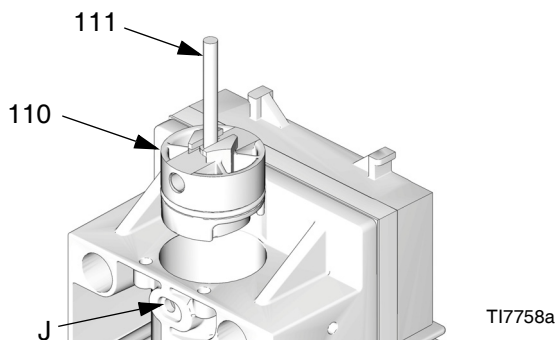

FIG. 10. Remoção dos batentes do pistão
3. Consulte FIG. 10. Remover os pinos de fixação (111) dos respectivos orifícios (J). Inverter os pinos e inserir as cabeças nas ranhuras dos batentes do pistão (110). Usar os pinos para retirar os batentes do pistão.